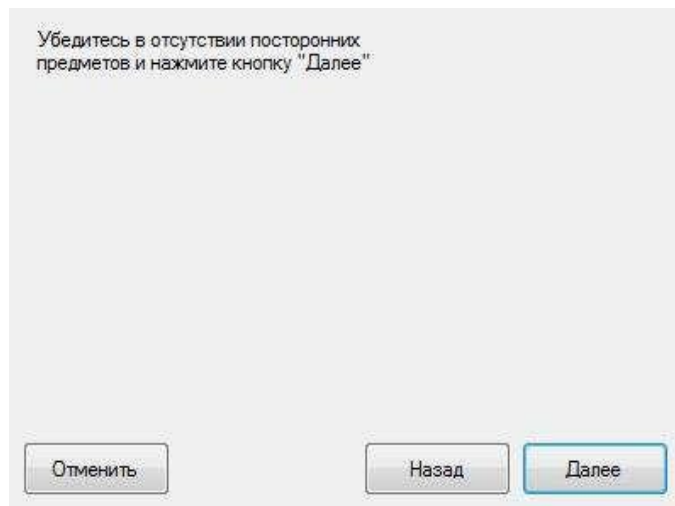

Рисунок 1.16
- 3.2.6 Выберите параметр «Контрольный вес» и нажмите кнопку <ДАЛЕЕ>. В открывшемся окне (Рис. 1.16) нажмите кнопку <ДАЛЕЕ>;